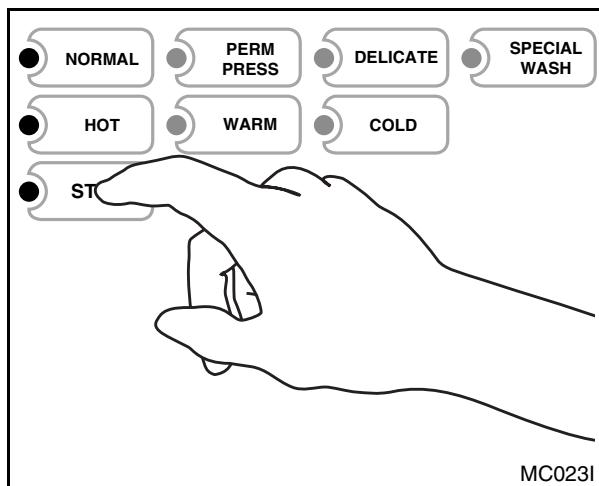

Figura 2-5
- Oprima el pulsador de arranque (START). Vea la Figura 2-5.